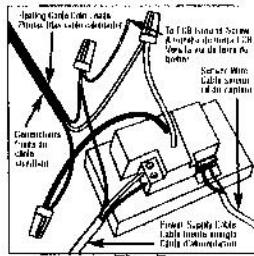
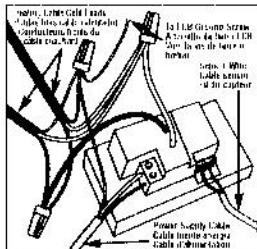

Fig. 5
Fig. 6
4. Prepare each heating cable / cold lead for connection / sphraging and connect per Figure 5 or Figure 6, as applicable. Use Screwdriver for installation in the Power Supply cables and the sensor wire connections.
4. Préparez chaque câble chauffant et chaque conducteur / fil en vue de son raccordement en son appariance en procédez conformément à la figure 5 ou 6, selon le cas. Utilisez un tournevis pour raccorder les câbles aux connexions du fil de capteur.